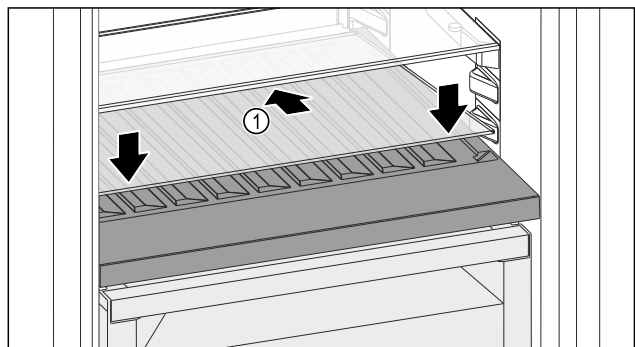

Fig. 174
- ▶ Glasplatte Fig. 174 (1) schräg und nach hinten unten geneigt ansetzen.
- ▶ Glasplatte Fig. 174 (1) vorne absenken.